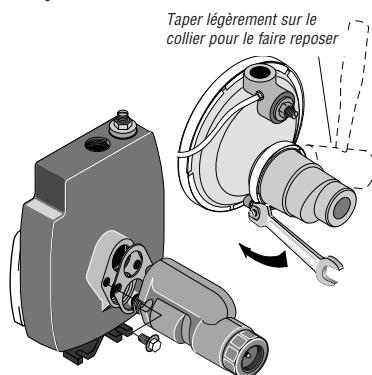

Figure 4 : Montage de l'éjecteur - puits peu profonds
3. Poser le nécessaire d'éjecteur FP4875 ou le nécessaire FP4855 (les nécessaires sont vendus séparément). Suivre les instructions fournies avec le nécessaire. S'assurer de bien aligner le venturi avec le trou supérieur qui se trouve à l'avant de la pompe (voir la Figure 4).
2. Poser le nécessaire d'éjecteur FP4875 ou le nécessaire FP4855 (les nécessaires sont vendus séparément). Suivre les instructions fournies avec le nécessaire. S'assurer de bien aligner le venturi avec le trou supérieur qui se trouve à l'avant de la pompe (voir la Figure 4).